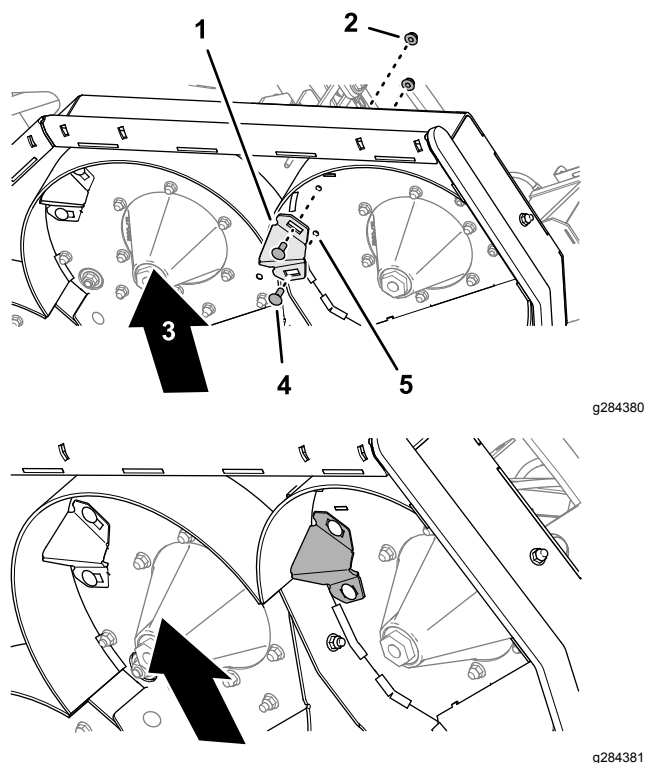

Figura 27
5. En el lado izquierdo de la carcasa de corte, alinee las ranuras del golpeador con los 2 taladros de 10 mm que perforó en la carcasa de corte (Figura 27).
6. Monte el golpeador en la carcasa (Figura 27) con 2 pernos de cuello cuadrado ($\frac{3}{8}$ " x 1") y 2 contratuercas con arandela prensada ($\frac{3}{8}$ ").